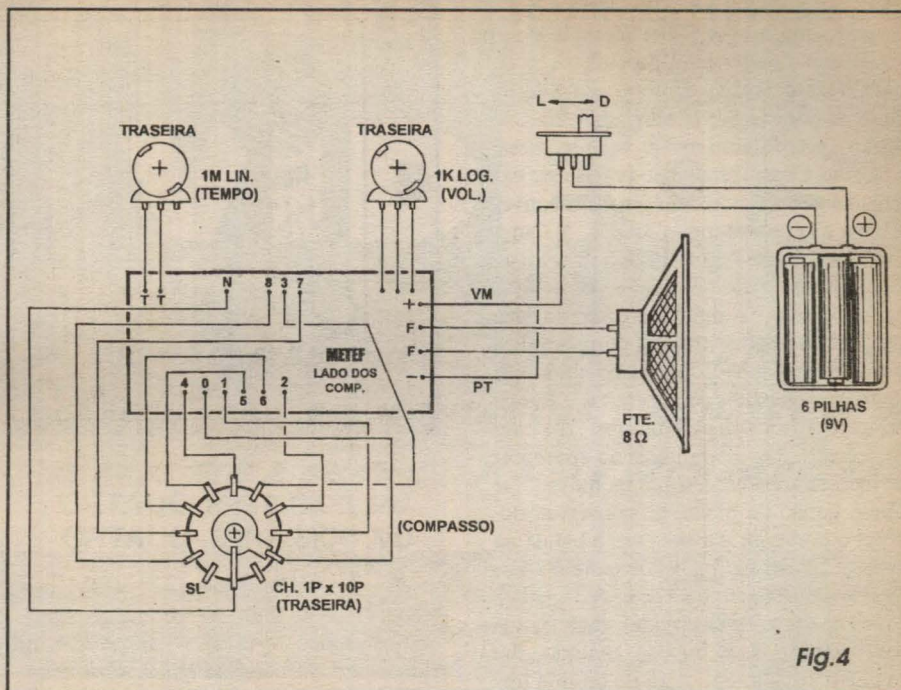

Fig.4
- **FIG. 4 - CONEXÕES EXTERNAS À PLACA** - Agora com a utilização efetiva das diversas ilhas/furos em posições periféricas (junto às bordas do impresso), codificadas e também mostradas no diagrama anterior, temos a placa ainda vista pelo seu lado não cobreado, enfatizando-se as conexões externas (também *muito* importantes, na presente montagem...). O alto-falante tem seus dois terminais ligados aos pontos F-F. Os potenciômetros de